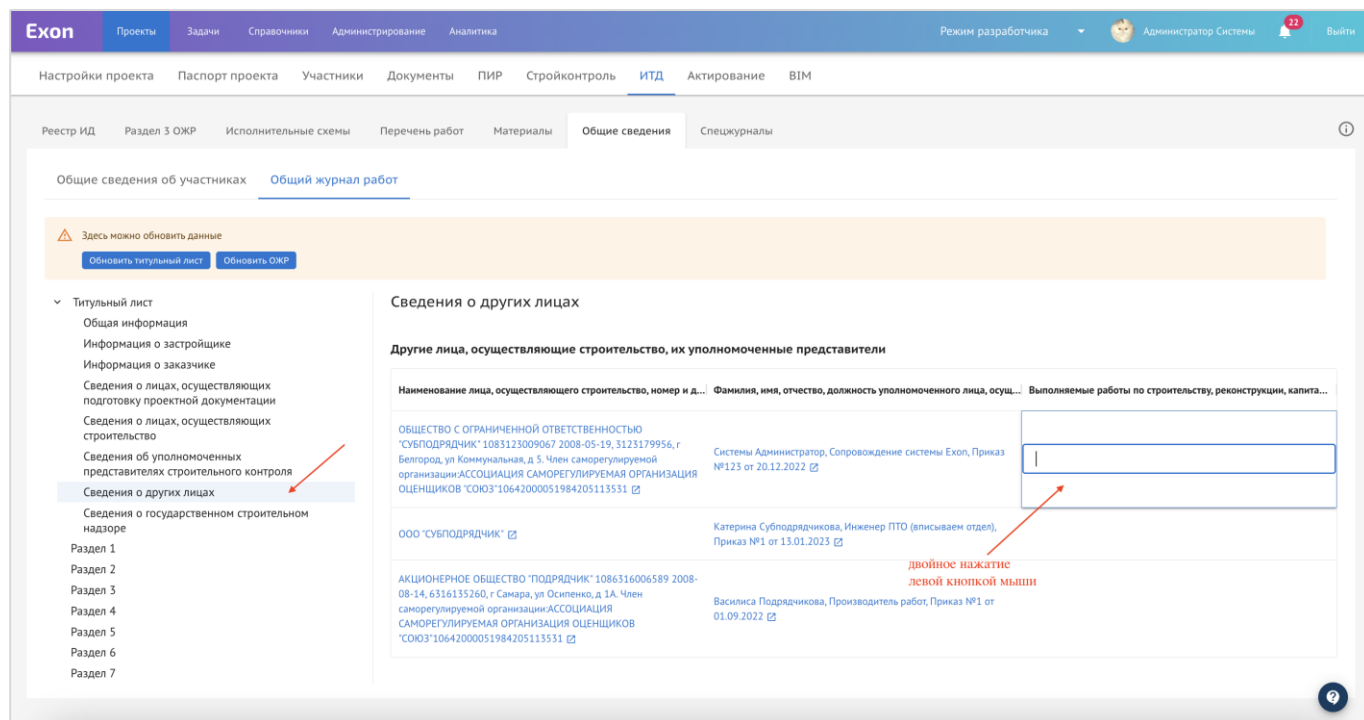

Рис. 16 – Сведения о других лицах
8. Сведения о других лицах. В данный блок подтягиваются пользователи из организации с ролью «Подрядчик» и «Субподрядчик», если на них есть приказ. Для каждого пользователя указываются выполняемые работы, которые вводятся вручную при двойном нажатии левой кнопкой мыши на соответствующее поле (рис. 16);